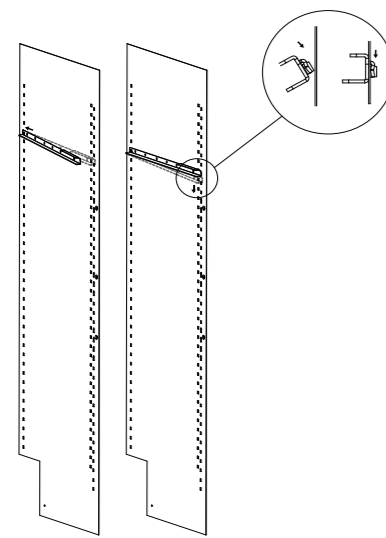
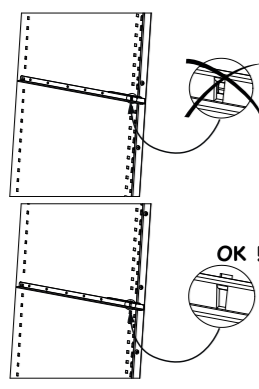

Abbildung 1
Abbildung 2
Zwischen den Regalen wurden jeweils Schutzkeile für den Transport angebracht. 2 Keile pro Regal (Bild 1). Entfernen Sie diese alle durch eine Drehbewegung (Bild 2). Sie können diese Keile aufbewahren und wieder verwenden, wenn Sie Ihren Weinklimaschrank über eine längere Distanz transportieren müssen. • Rollen Sie das Stromkabel ab, damit es mit keinem Teil des Geräts in Berührung kommt.
1. Schieben Sie 2 Führungsschienen in die hierfür vorgesehene Führungsrille. Platzieren Sie für jedes Regal eine Schiene rechts und eine Schiene links (siehe Abbildung 1). Achten Sie darauf, die Schienen an der richtigen Stelle einzuschieben (siehe Abbildung 2).